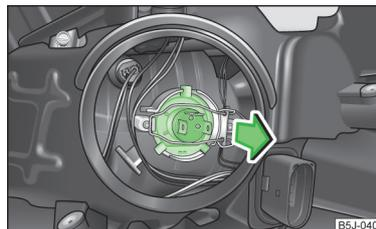

Fig. 158
- Retirar el conector de la bombilla, desbloquear el estribo de seguridad y extraer la bombilla » fig. 158.